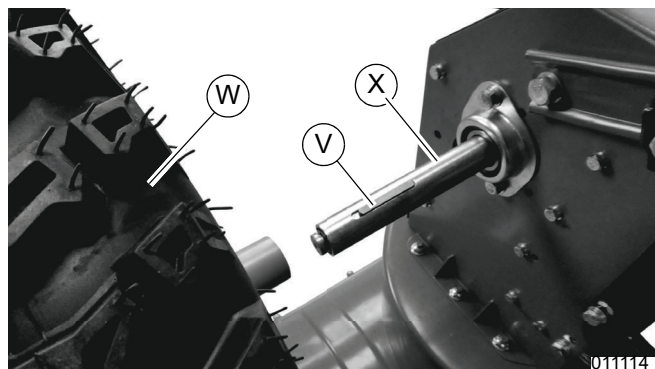

Figure 4-38. Pose des clavettes
12. Voir Figure 4-38. Placer les deux clavettes (V) et les roues (W) sur les axes de roue (X).